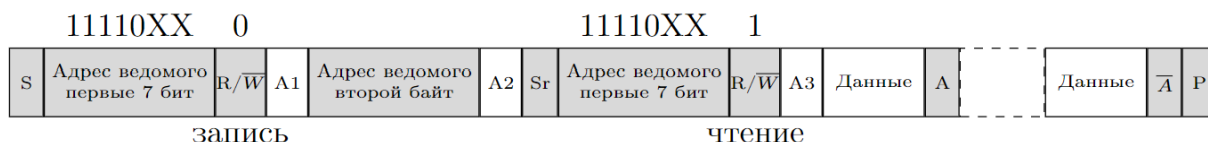

Рисунок 37 – Адресация ведомого 10 бит адреса при HEAD10R=0
– если адрес ведомого 10 бит, то пользователь может отправить полную последовательность чтения, очистив бит HEAD10R в регистре CR2. После установки бита START, ведущий автоматически отправит последовательность: (Re)Start + Заголовок 10-битного адрес ведомого с записью + Второй байт адреса ведомого + ReStart + Заголовок 10-битного адрес ведомого с чтением (рисунок 37);